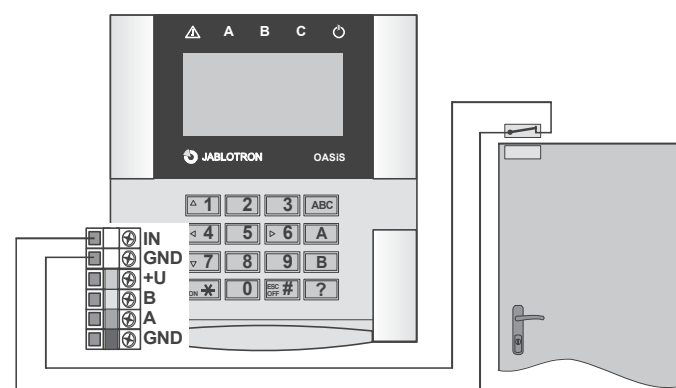

fig. 2 Raccordement du détecteur de l'ouverture de la porte
4. **Installez le senseur de porte** (si vous voulez l'utiliser) et branchez son câble dans les bornes IN et GND (fig. 2). Si l'entrée n'est pas utilisée, elle doit être munie de brides.